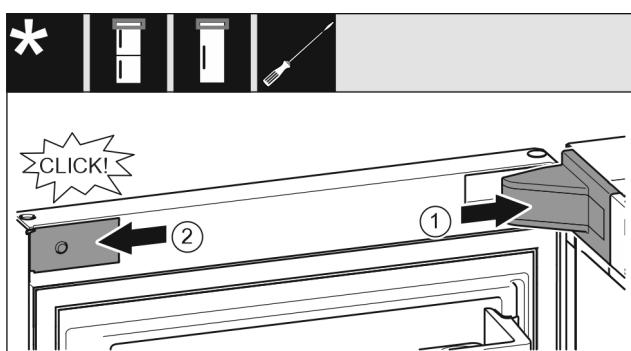

Fig. 20
- ▶ Uždékite atraminės gembės dengiamąją plokštelię ir užfiksuočių, prieikus atsargai išspauskite. Fig. 20 (1)
- ▶ Uždékite ir užfiksuočių gaubtą. Fig. 20 (2)